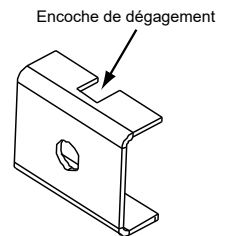

Figure 23.3
- e. Chaque pince possède une encoche de dégagement pour accorder de la place pour la fonte sur le bossage. Placez les pinces par dessus le bossage afin que l'encoche puisse faire face au bord extérieur de l'encadrement (**Figure 23.3**).